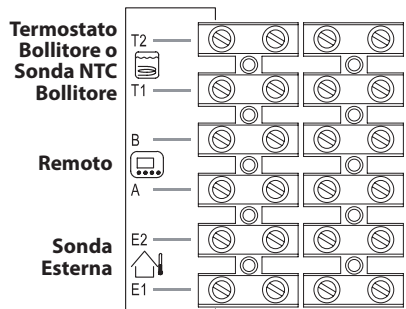

Figura 5.29
- Collegare ai morsetti **T1** e **T2** della morsettiere i due conduttori elettrici come indicato in Figura 5.29.